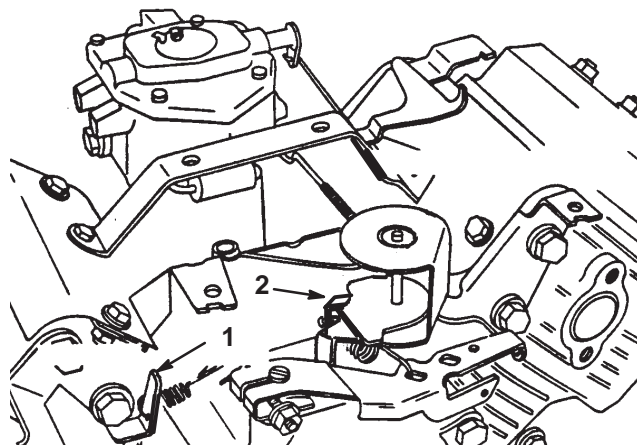

Bild 45
3. Biegen Sie den Anker-Federmitnehmer (Bild 45), um eine Leerlaufgeschwindigkeit von 1450 ± 50 U/min zu erzielen. Kontrollieren Sie die Motordrehzahl mit einem Drehzahlmesser.
5. Stellen Sie den Gashebel auf Schnell. Biegen Sie den Anker-Federmitnehmer (Bild 45), um eine Vollgasdrehzahl von 2850 ± 50 U/min zu realisieren.